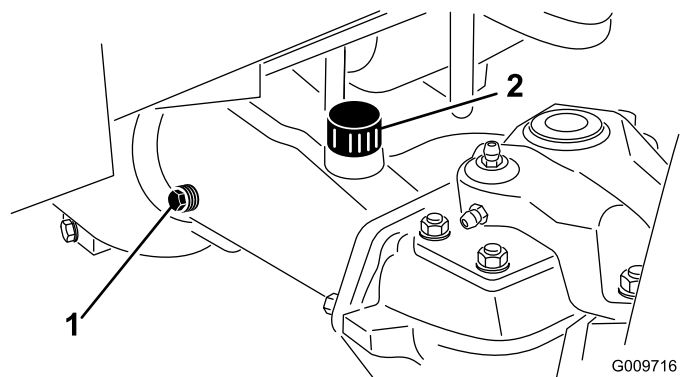

Рисунок 145
4. Для облегчения слива масла снимите 2 пробки контрольных отверстий в картерах моста и пробку заливного отверстия (Рисунок 145).